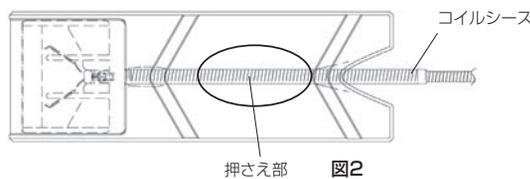

図2
5. カートリッジの押さえ部をつまんでコイルシースを保持する。このとき、コイルシースが突き当たるまでカートリッジに挿入し、コイルシースの先端とカートリッジの突き当て部との間にすきまがないことを確認する。（図2）